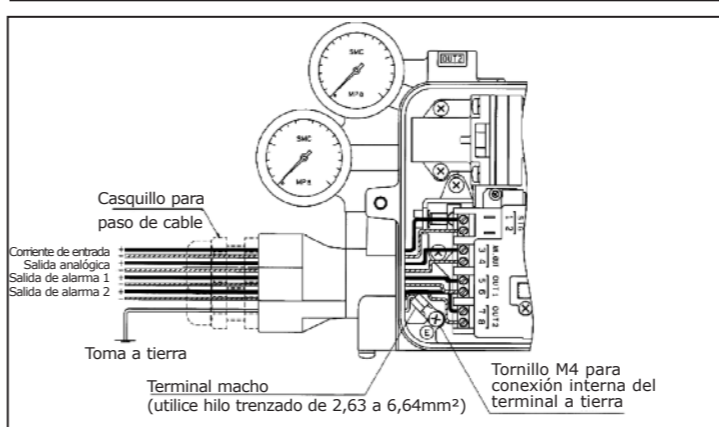

Fig. 8
- Conecte el cableado de corriente de entrada desde un medidor de ajuste (controlador) y conecte el cableado de salida como se muestra a continuación en la Fig. 8. La conexión de entrada de la conexión eléctrica dispone de un conector de cable (azul) M20x1.5.